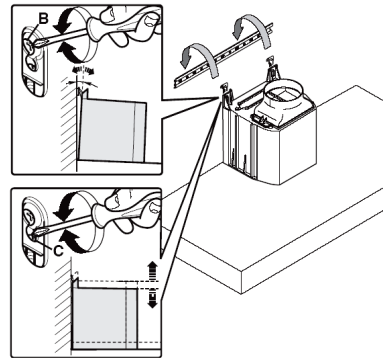

Fig. 2
Stap 2 (fig.2)
- De afzuigkap aan de bevestigingsbeugel hangen (afb.2)
- Stel de afzuigkap af met de twee schroeven aan het haakje (afb.2)
- De bovenste schroef (B) regelt de afstand tot de muur. De onderste schroef (C) de verticale afstelling.